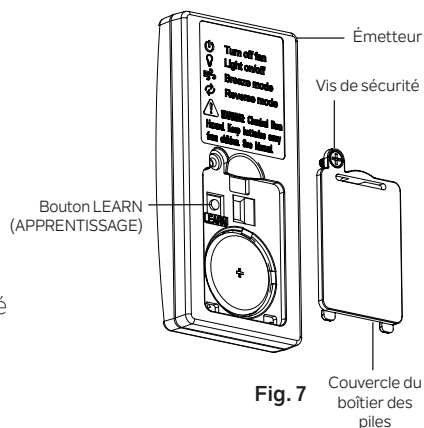

Fig. 7
Étape 1. Retirez la vis de sécurité et le couvercle du compartiment de la pile situés à l'arrière de l'émetteur. (Fig. 7)
Étape 3. Réglez l'interrupteur mural **OFF/ON** (MARCHE/ARRÊT) existant pour le ventilateur à « **ON** » (MARCHE), puis appuyez sur le bouton **LEARN** (APPRENTISSAGE) situé à l'arrière de l'émetteur. (Fig. 7) Le ventilateur passera à la vitesse moyenne et l'éclairage (le cas échéant) basculera (si l'éclairage était précédemment allumé, il s'éteindra. Si l'éclairage était éteint auparavant, il s'allumera). Cela confirme que le processus de jumelage est terminé.
REMARQUE : Pour accéder au bouton **LEARN** (APPRENTISSAGE) situé à l'arrière de l'émetteur, retirez la vis de sécurité et le couvercle du compartiment de la pile situés à l'arrière de l'émetteur. (Fig. 7) Une fois la déprogrammation effectuée avec succès, réinstallez le couvercle du compartiment de la pile à l'arrière de l'émetteur, puis resserrez la vis de sécurité.